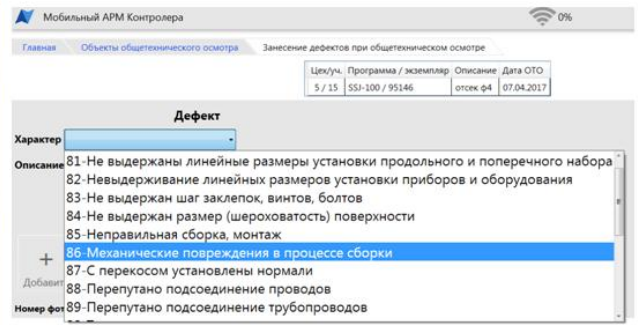

Рис.4 – Ввод данных о дефектах при проведении контроля
1. Данные о дефектах вносятся в систему iKiosk в режиме реального времени непосредственно из места проведения контроля (см. Рис.4). При этом производится фотофиксация выявленных несоответствий. На основании внесенных данных в системе iKiosk автоматически формируется основной результирующий документ технического контроля – «ведомость дефектов» ф.286.10.